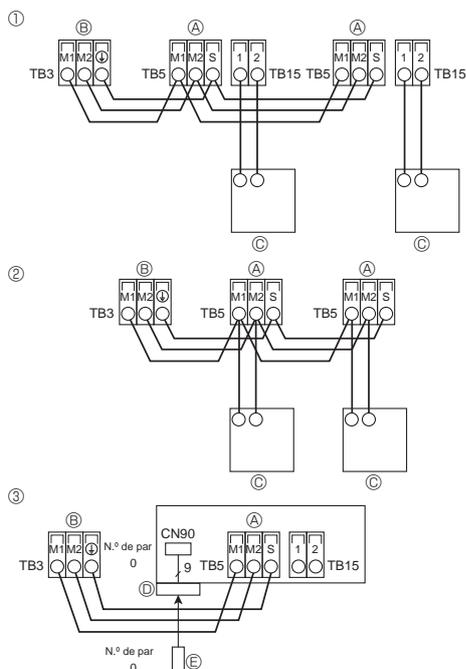

Fig. 5-8
5.4. Conexión de los cables de transmisión del mando a distancia y de las unidades exterior e interior (Fig. 5-8)
① Mando a distancia MA
② Mando a distancia M-NET
③ Controlador remoto inalámbrico (al instalar un receptor de señales inalámbrico)